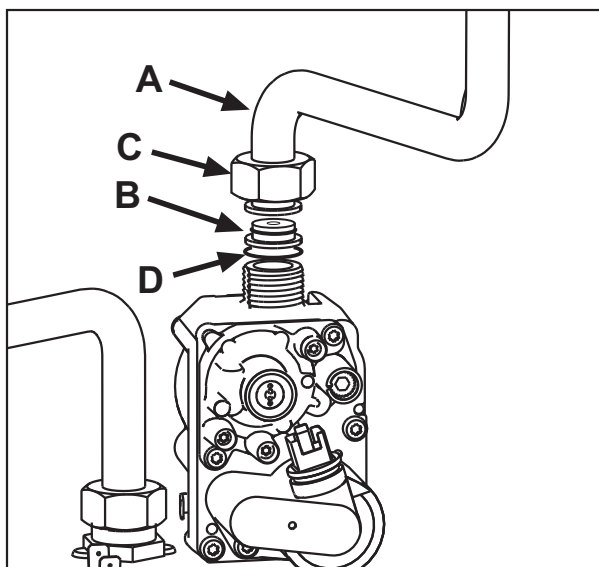

рис. 22
3. Открутите колесико **C** и выньте газовую трубу **A** из газового клапана (см. рис. 22).
4. Замените форсунку **B**, вставленную в газовую трубу, на форсунку, входящую в комплект для переоборудования, поместив между ними прокладку **D** (см. рис. 22).